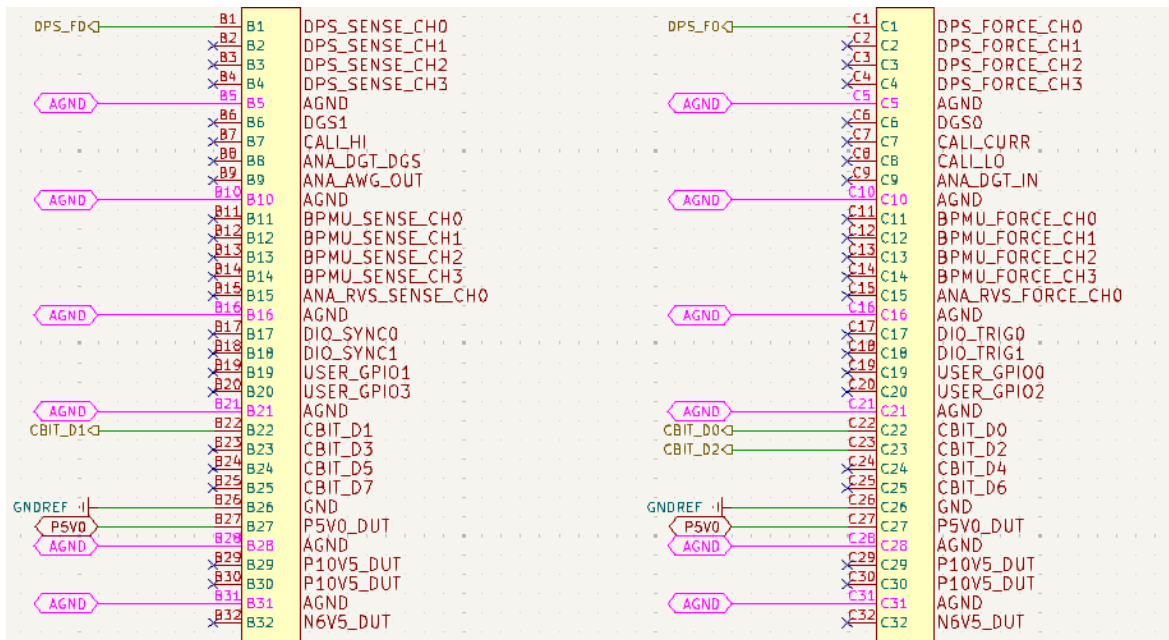

图 5-6 网络全局高亮显示
按住 Ctrl+B 快捷键单击网络，可以在所有原理图中突出显示该网络，而其他对象则不变，如图 5-6 所示。
(2) 在原理图界面直接使用快捷键，光标变为十字圆盘，此时选择需要高亮的网络即可出现如图 5-6 的效果。